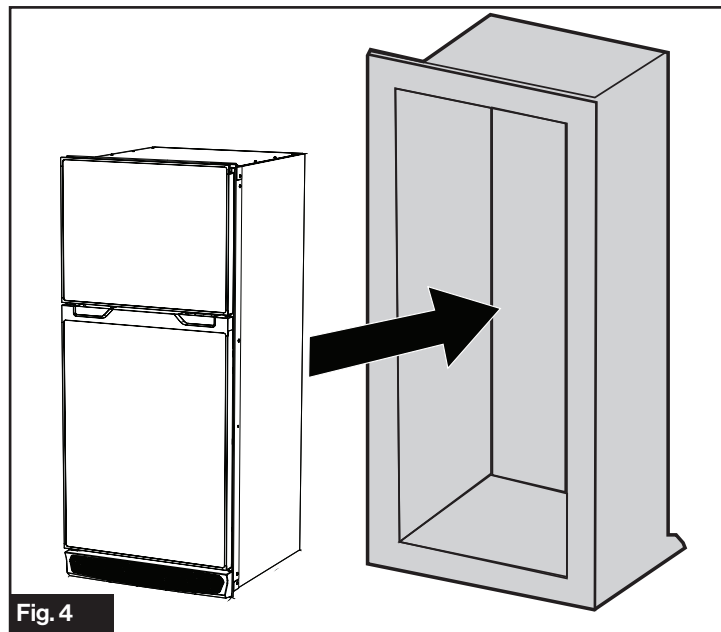

Fig. 4
1. Deslice la unidad hacia adentro del recinto. Deberá tener cuidado para evitar raspar el chasis contra el cable durante la instalación. (Fig. 4)
- Coloque el refrigerador dentro del recinto, como se describe en la Fig. 4 de la sección "**Instalación sin acceso a pared lateral**". Por ahora no se preocupe por las conexiones eléctricas.